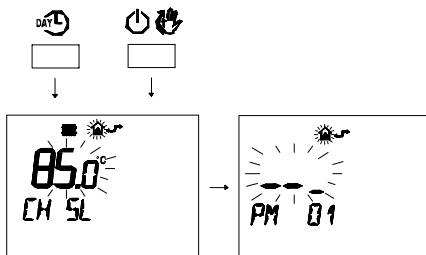

Figura 8.10
- Premere contemporaneamente i pulsanti e per entrare nella programmazione trasparente (Figura 8.10).